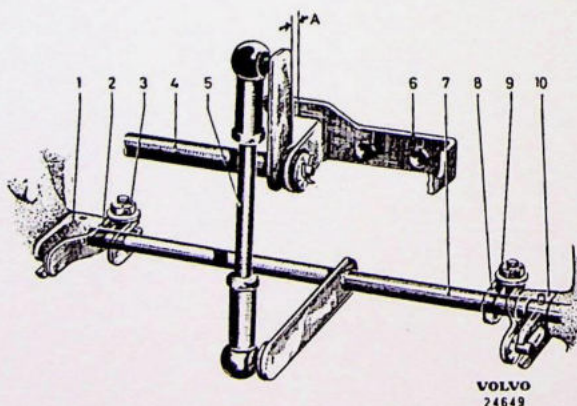

Fig. 2-94. Tussenas en lievers
2. Breng de tussenas op zijn plaats tussen de karburateurs, zie Fig. 2-94. Let op of de beschermplaat niet beschadigd is en dat de pakkingsooppervlakken schoon zijn.
2. Los de borgmoeren (3 en 9, Fig. 2-94) op en druk de buitenste einden van de lievers (2 en 8) op de tussenas voorzichtig naar beneden, zodat de penen net in contact komen met de onderste tand